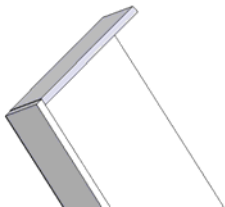

图 9-103 生成“重叠”类型闭合角
③ 在缝隙距离输入栏中,更改缝隙距离数值为:0.6,单击“确定”图标,生成重叠闭合角结果如图 9-103 所示。